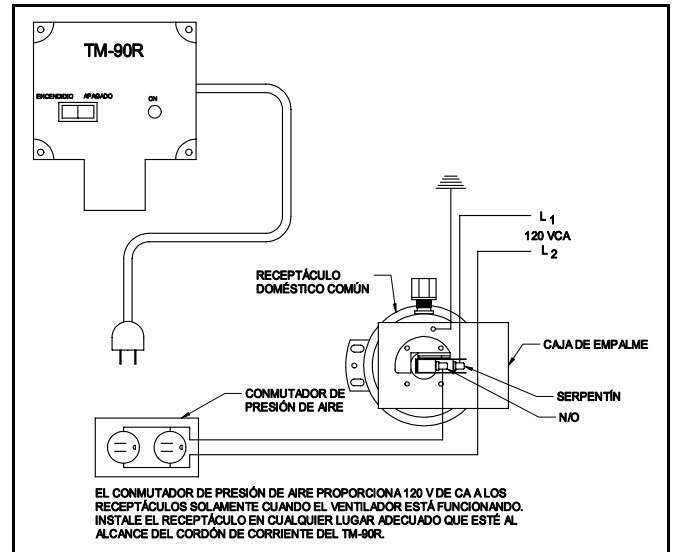

Figura 10
**NOTA:** Este Activador de Refuerzo de aire se puede instalar en un Humidificador TM-90R de 120 VCA. Observe las instrucciones indicadas para el TM-90R-TM-2000 a excepción de los diagramas de cableado. Consulte el diagrama de cableado ilustrado en la figura 10 para las conexiones correctas de los cables.